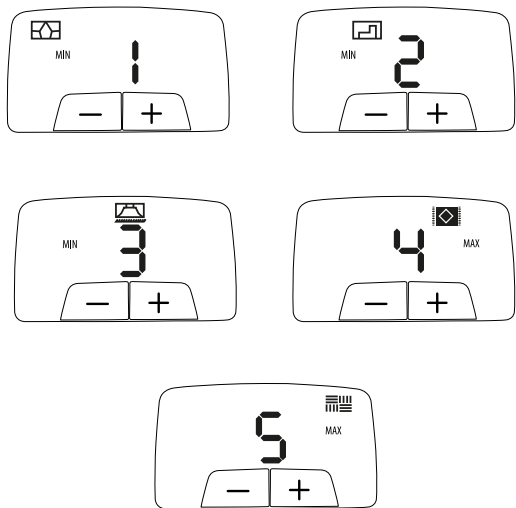
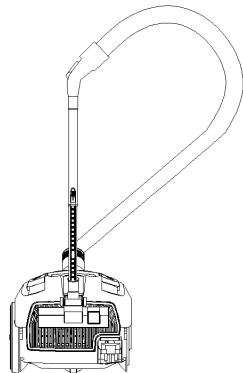

Рис. 1
Рис. 3
- Vor dem Wegnehmen des Staubsaugers zur langen Aufbewahrung reinigen Sie das Staubsaugergehäuse, den Staubbehälter (15), das HEPA-Filter (21) und das Einlassfilter (16).
- Zwecks bequemer Aufbewahrung des Staubsaugers benutzen Sie die Bürstenaufbewahrungsstelle (19) (Abb. 3).
26), а также с входным фильтром (16) и выходным HEPA-фильтром (21).
- Для включения пылесоса нажмите на клавишу включения/выключения (20).
- Во время уборки Вы можете регулировать мощность всасывания с помощью ручного регулятора мощности всасывания (6), расположенного на ручке гибкого шланга (5) ) и кнопками регулировки мощности всасывания «+/-», при этом на дисплее (17) цифровыми символами «1-2-3-4-5» будет отображаться уровень мощности всасывания, оптимальное соотношение мощности всасывания и тип поверхности для уборки, указывается символами в верхней строчке дисплея (17) (рис. 1).
- По окончании уборки выключите пылесос, нажав на клавишу включения/выключения (20), выньте вилку шнура питания из электрической розетки.
- Для сматывания сетевого шнура нажмите на клавишу (18), во время сматывания шнура питания, придерживайте его.
- Если во время уборки необходимо сделать перерыв, выключите пылесос нажав на клавишу (20), устано-
вите щётку (1) в место «парковки» щётки (19) (рис. 3).